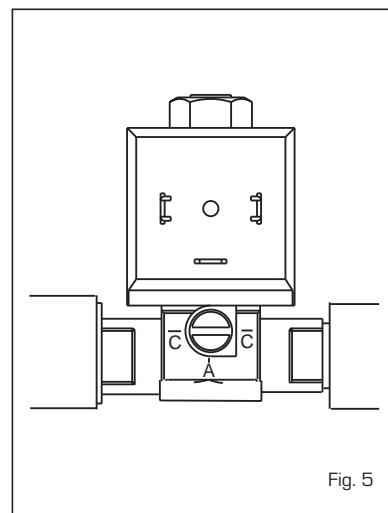

Fig. 5
Il riempimento della caldaia e dell'impianto si effettua agendo sull'elettrovalvola di caricamento (fig. 5). Per effettuare questa operazione ruotare l'intaglio della vite sulla posizione (A).